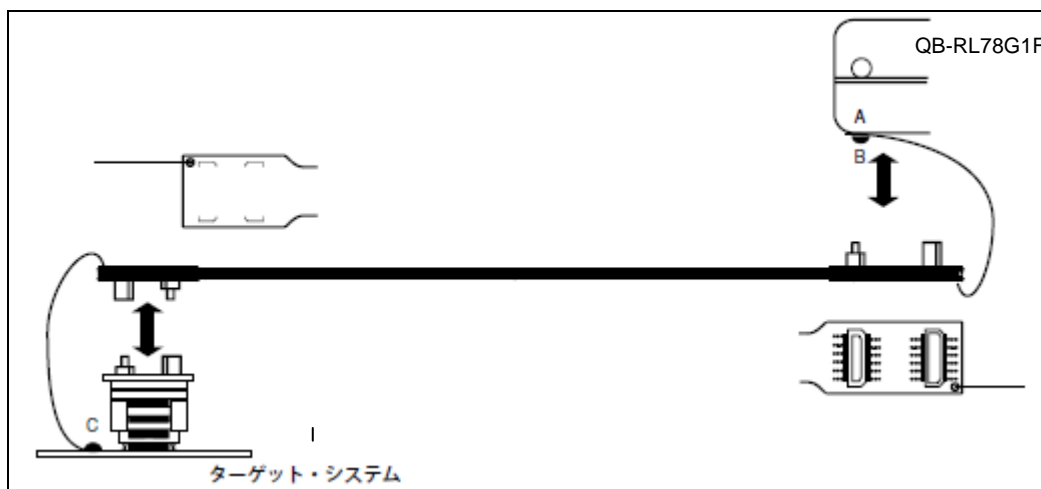

図2-8 GND線
- ①エミュレーション・プローブのQB-RL78G1F側のGND線を、QB-RL78G1Fの下面のナットに#0または#1の（+）精密ドライバで固定します（図2-8のAとBの接続）。
- ②次にエミュレーション・プローブの上面のコネクタをQB-RL78G1F下面開口部のコネクタに下方より差し込み方向を注意しながら差し込みます。
- ③ターゲット・コネクタに、エクステンジ・アダプタ、エミュレーション・プローブを接続します。
- ④エミュレーション・プローブのターゲット・システム側のGND線を、ターゲット・システムのGND部に接続します。たとえばターゲット・システムのGND部にピンまたはネジ等が固定されている場合、GND線先端の透明な端子カバーを取り除き、GND線のY字型端子をターゲット・システムへ固定します（図2-8のC）。ターゲット・システム上のGNDが露出したパッドの場合、同様にY字端子をターゲット・システム上のパッドへ半田付け等で固定します（半田ごて設定推奨温度 300°C）。